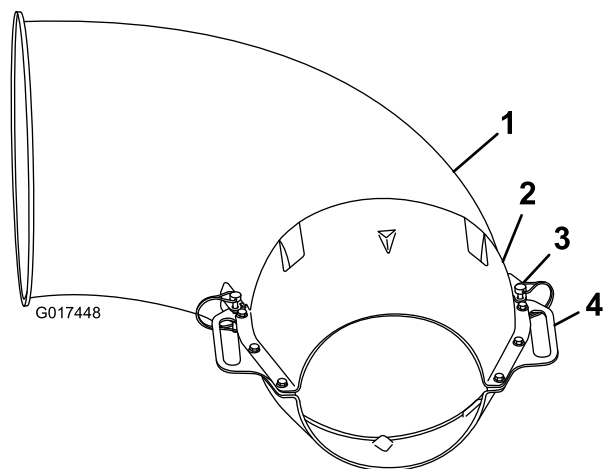

図 4
2. アタッチメントブラケットの穴と取っ手にヒッチピンを通してノズルエクステンションをノズルに固定する (図 4)。